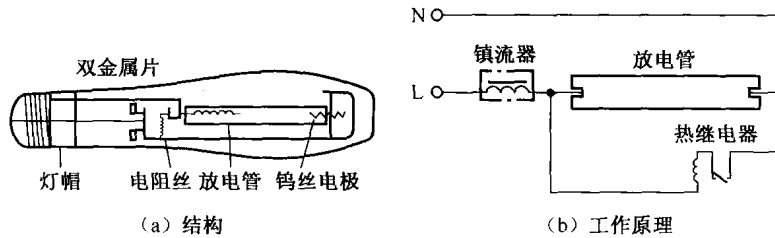

图 1-12 高压钠灯
e. 高压钠灯。高压钠灯的结构与高压汞灯相似，它的放电管内充有高压的钠蒸气，利用钠气放电发光。其启动过程则与普通荧光灯相似，如图 1-12 所示。